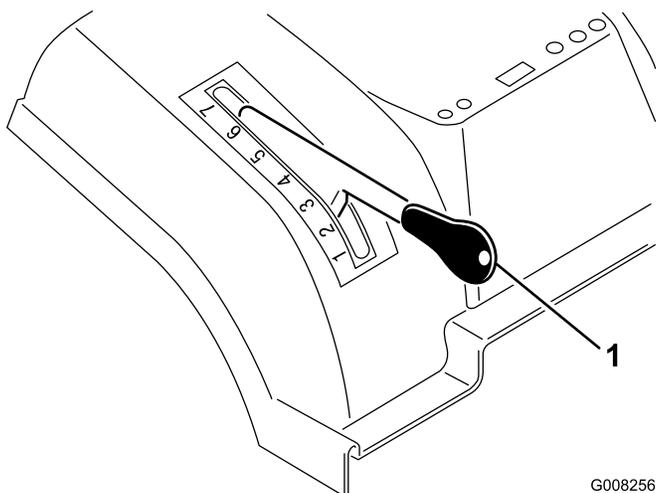

Figure 7
**Important:** Sélectionnez la hauteur de coupe la plus élevée (7) lorsque vous transportez la machine hors de la pelouse de sorte à ne pas endommager les lames.
1. Appuyez de façon continue sur le bouton du levier de sélection de hauteur de coupe (Figure 7).